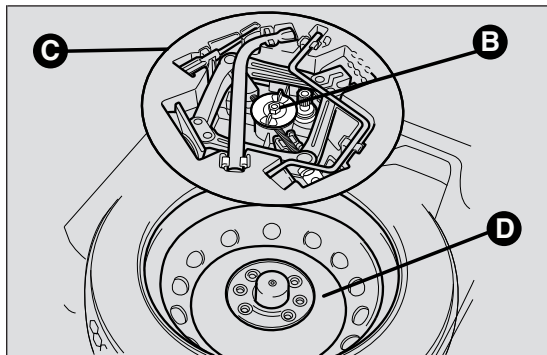

fig. 97
- dévisser le dispositif de blocage B fig. 97
- prendre la boîte à outils C fig. 97 et l'apporter à côté de la roue à remplacer ;
- prendre la roue de secours galette D fig. 97 ;
- ranger la roue de secours galette D fig. 97 dans le logement prévu à cet effet dans le coffre à bagages ;